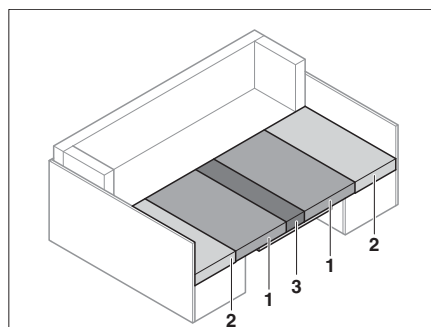

Fig. 73 Dopo la trasformazione
- Tirare i cuscini del divano (Fig. 73,1) verso il centro.
- Mettere i cuscini dello schienale (Fig. 73,2) tra i cuscini del divano (Fig. 73,1) e la parete esterna.
- Posizionare il cuscino aggiuntivo (Fig. 73,3) tra i cuscini del divano (Fig. 73,1) sul tavolo.